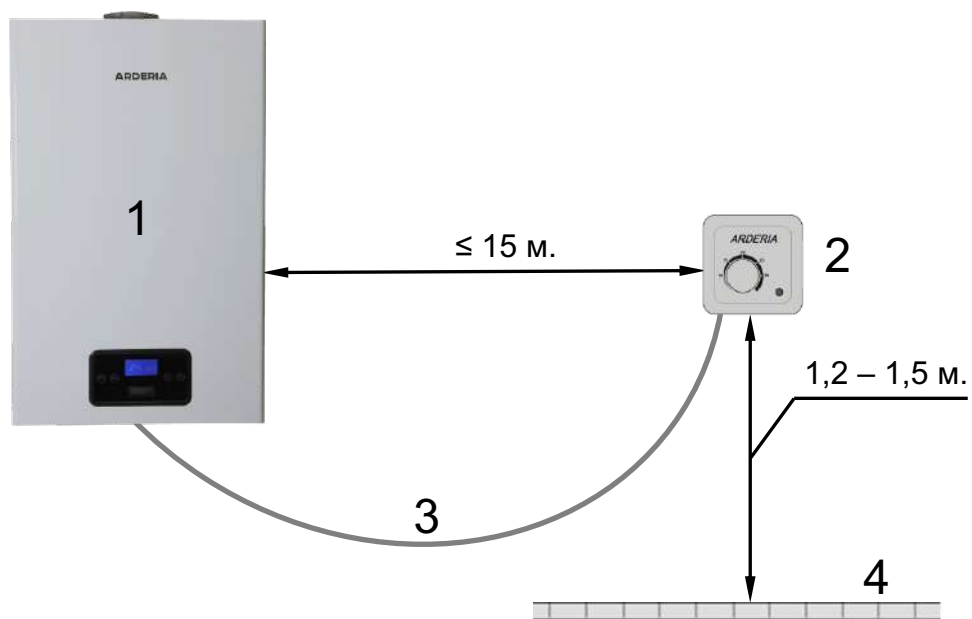

Рис. 51 Место установки комнатного термостата.
- Термостат монтируют на стене, на высоте 1,2 – 1,5 м. от пола (См. Рис. 51).
- **Рекомендуемое** расстояние от термостата до котла не более 15 м (См. Рис. 51).